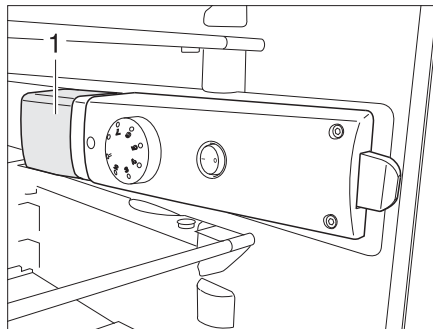

Bild 317 Kühlschrankleuchte
- Von hinten unter die Leuchtenabdeckung (Bild 317,1) fassen und Leuchtenabdeckung ca. 3 mm anheben.